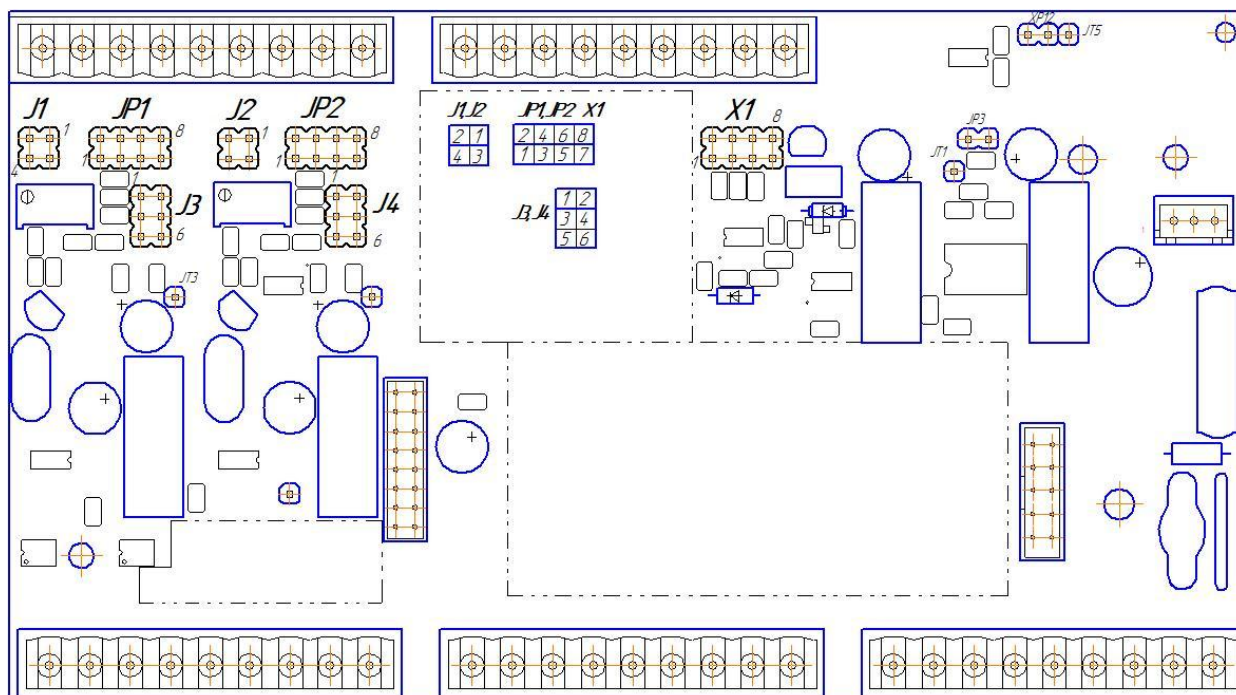

Рисунок 4.8 – Положение перемычек на плате прибора
- установить положение переключателей на модуле универсальных входов в положение согласно выбранному типу входного сигнала (таблица 4.3, рисунок 4.8).